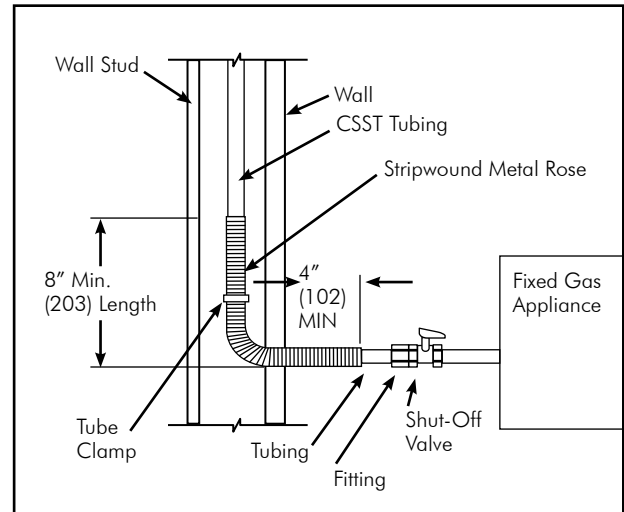

FIG. 4-22 Branchement direct d'un tuyau à une valve d'arrêt d'un appareil à gaz fixe
- **Les appareils fixes** peuvent être directement raccordés au tuyau Diamondback. Lorsque l'appareil fixe est situé dans un espace sécurisé et dédié, comme un sous-sol, un grenier, un garage ou un placard de service, le tuyau flexible peut être directement raccordé à la valve d'arrêt de l'appareil sans qu'un raccord à brides d'extrémité ou un raccord pour appareil flexible soit installé (voir la **FIG. 4-22**).